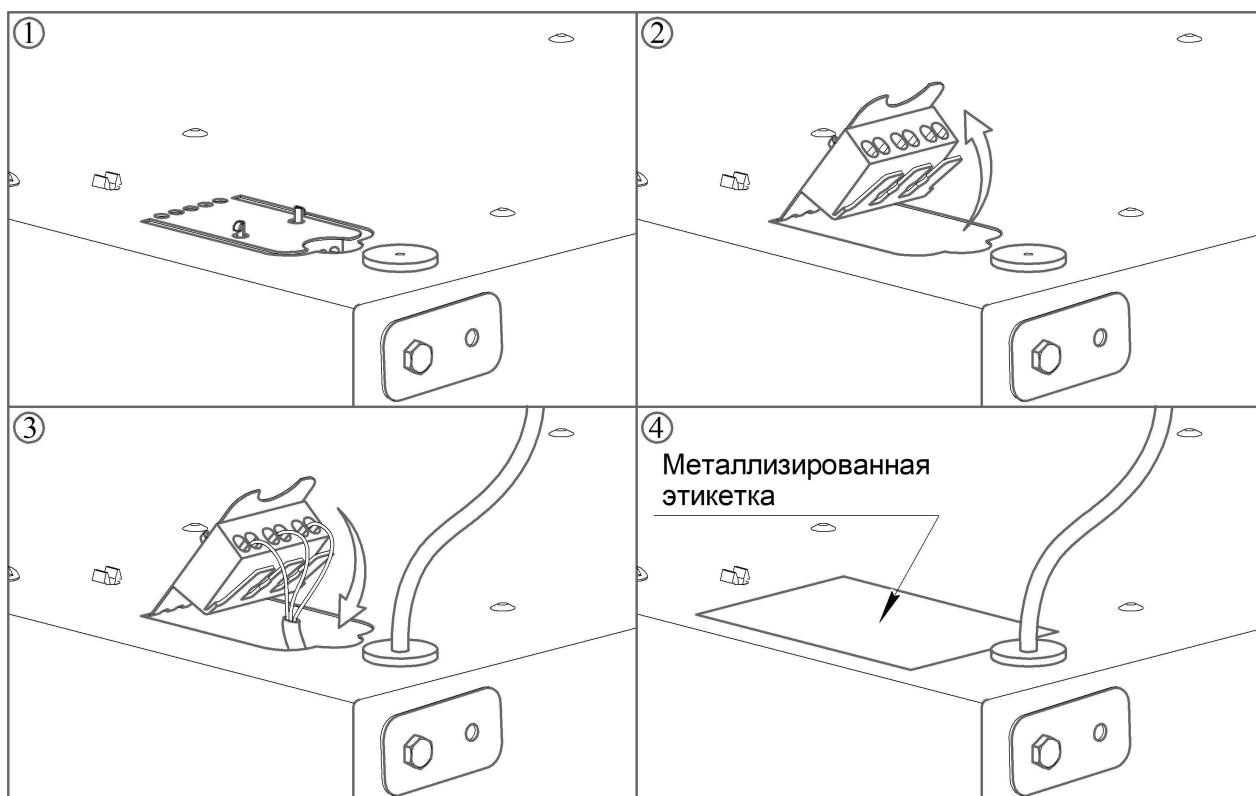
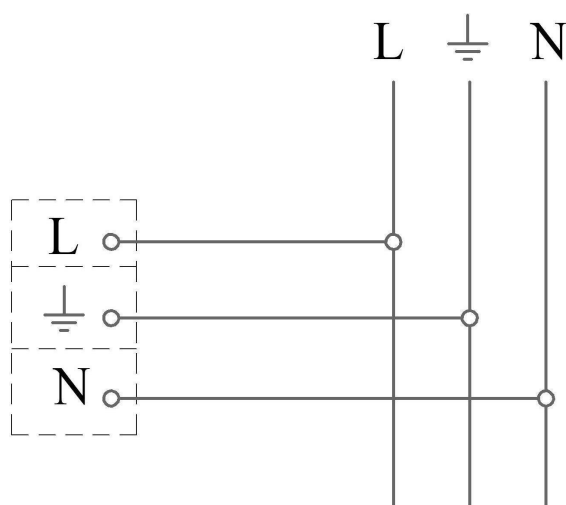

Рисунок 3 - Подключение светильника к сети
Рисунок 4 - Схема подключения светильника к сети
5.8 Для подключения светильника к сетевому проводу (рис. 3) отогните язычок с клеммной колодкой. Проденьте сетевой провод через заглушку и подключите к клеммной колодке согласно схеме, приведённой на рис. 4.